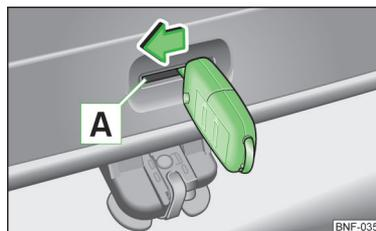

Fig. 122
- Insérez la clé dans la fente du revêtement jusqu'en butée **A** » fig. 122.